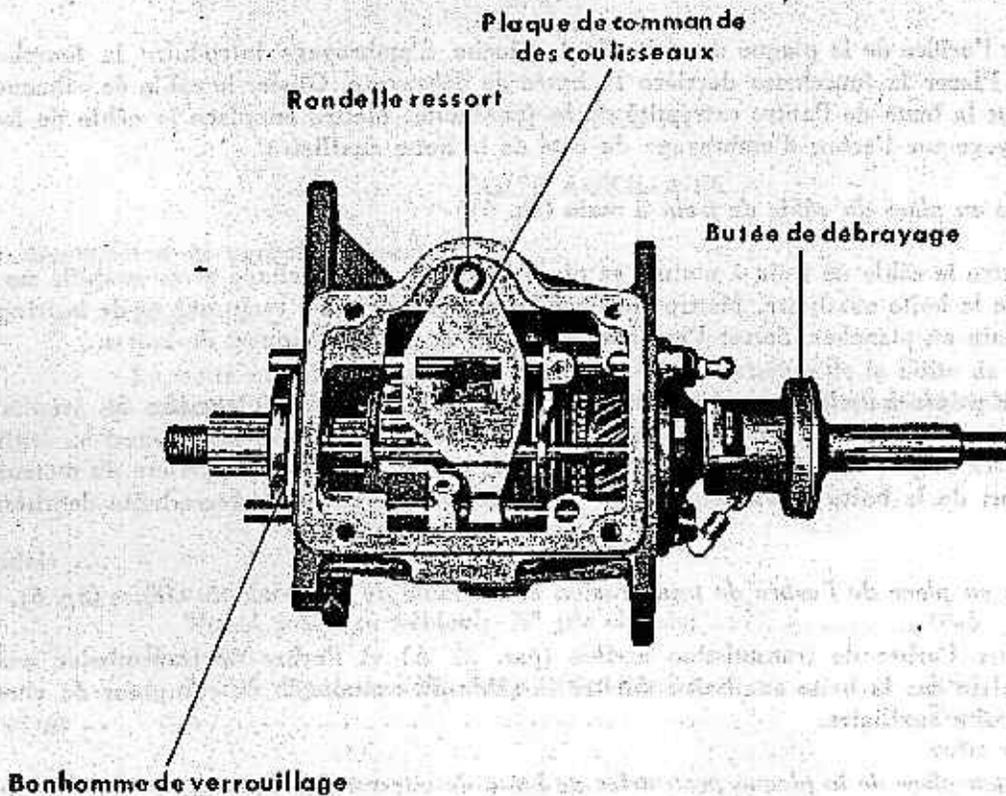

FIGURE 17. — Pignons montés dans la boîte de vitesses. Vue de dessus.
H. — *Mise en place du couvercle de boîte de vitesses sur le carter de boîte de vitesses (fig. 17).*